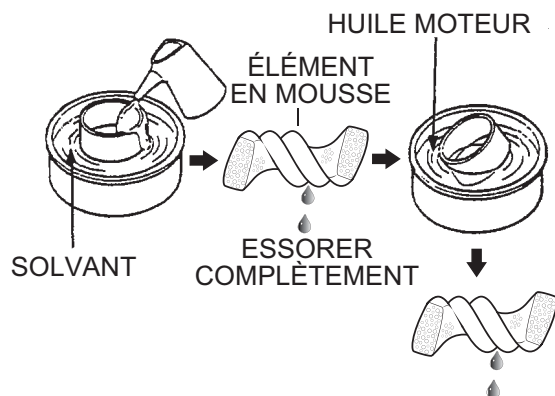

Figure 34. Élément en mousse de nettoyage
2. Nettoyer le filtre en mousse (Figure 34) dans de l'eau chaude savonneuse ou dans un solvant non inflammable. Rincer et sécher avec précaution.